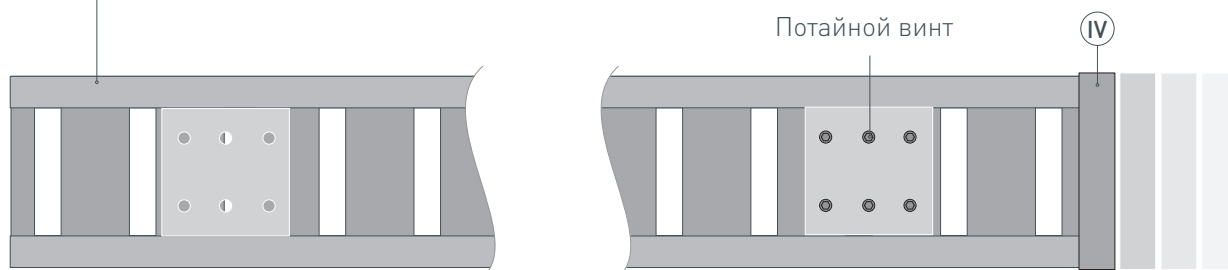

Рис. 2. Установка заглушки ⓓ на профиль Ⓘ. Вид сверху
- 1** / Перед началом монтажа временно вытащите эластичную ленту-вставку Ⓥ из профиля Ⓘ. Установите на профиль Ⓘ фиксирующие крепления Ⓦ на одинаковом расстоянии друг от друга, как показано на рис. 1. Установите на один из концов профиля Ⓘ заглушку ⓓ, как показано на рис. 2. Затяните потайными винтами фиксирующее крепление Ⓦ, расположенное на краю профиля Ⓘ с установленной заглушкой ⓓ.